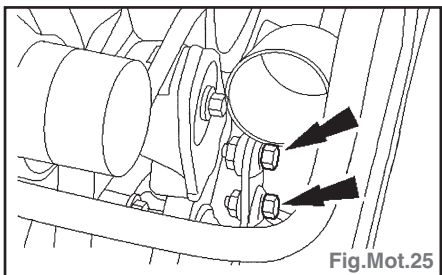

Fig.Mot.25
- Déposer les vis de fixation de tuyau d'admission d'air et de tube de recirculation des gaz d'échappement (EGR) (Fig.Mot.25).